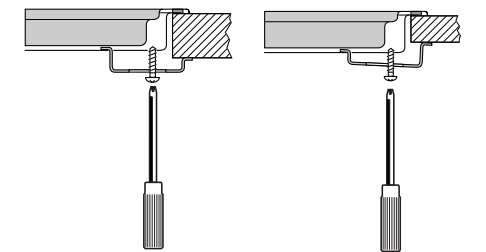

fig. 7
- Kookplaat inbouwen, montageklemmen vastschroeven. Bij een dun aanrechtblad montageklemmen omdraaien (zie fig. 7).